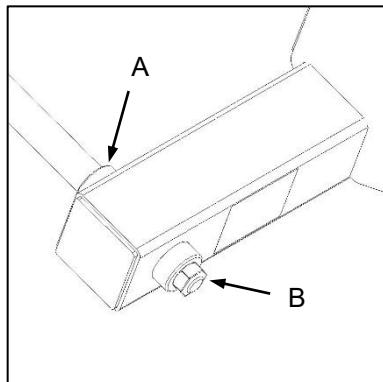
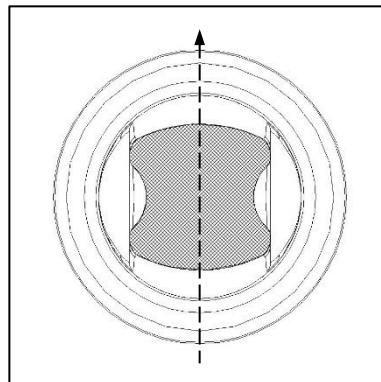

Fig. 3
Fig. 4
- ✓ Check bale spikes and mounting bushes (Fig. 3-A) for signs of distortion, cracking or breakages. In the event of any observed defect do NOT attempt a repair, but immediately replace the defective item, complete with retaining nut. Ensure that the bale spike is correctly orientated before tightening (Fig. 4).
- ✓ Ensure that the bale spike mounting nut (Fig. 3-B) is tightened to the specified torque.
- Note that failure to observe this procedure may result in premature wear of the bale spike mounting bushes (Fig. 3-A), necessitating replacement of the complete welded assembly containing the mounting bushes.
- ✓ Gaan baalpenne en monteringsbusse (Fig. 3-A) na vir tekens van verwringing, krake of brekasie. Indien enige defek opgemerk word, MOET dit NIE probeer herstel nie, maar vervang die defekte item onmiddellik, asook die keermoer. Verseker dat die baalpen korrek georiënteer is voor dit vasgedraai word (Fig. 4).
- ✓ Verseker dat die baalpenmonteringsmoer (Fig. 3-B) volgens die gespesifieerde wringkrag vasgedraai word.
- Let daarop dat versuum om hierdie prosedure te volg, tot voortydige slyting van die baalpenmonteringsbusse (Fig. 3-A) kan lei, wat die vervanging van die hele gelaste samestellings wat die monterebusse bevat, noodsaak.